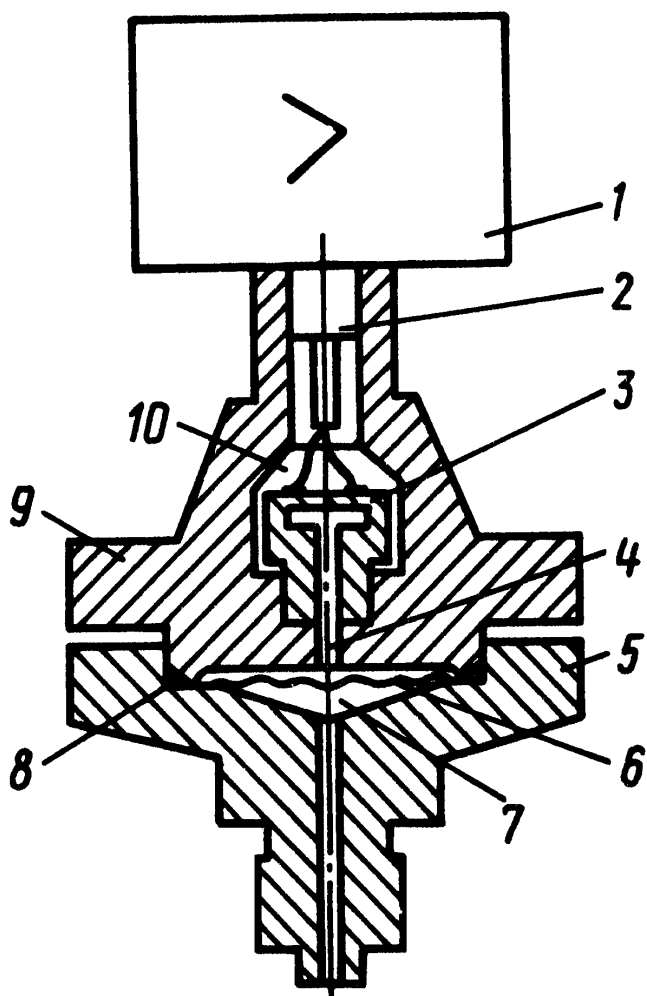

Рис. 1
6.2 Схема преобразователей Сапфир-22М моделей 2150, 2160, 2170 и Сапфир-22М модели 2350 представлена на рис. 1.
6.3 Преобразователи Сапфир-22М моделей 2050 и 2060 отличаются от описанных в п. 6.2 тем, что полость 10 (рис. 1) герметизирована, и сигнал передается в электронное устройство по проводам через гермоввод 2.